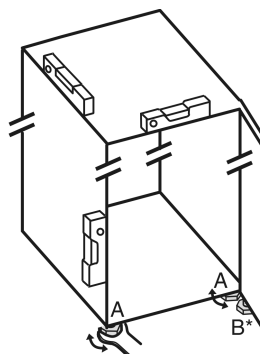

Fig. 5
- ▶ Выкрутите регулируемые опоры Fig. 5 (A) при помощи входящего в комплект поставки рожкового ключа и, используя уровень, выставьте устройство прочно и ровно по горизонтали.
► Выверните регулируемую опору Fig. 5 (B) на нижнем опорном кронштейне при помощи входящего в комплект поставки рожкового ключа до ее соприкосновения с полом.
► Поверните регулируемую опору Fig. 5 (B) еще на 90°.